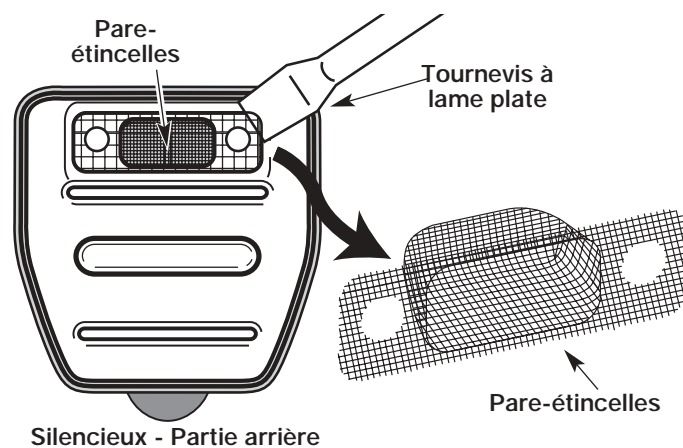

Fig. 32
4. Soulevez soigneusement le pare-étincelles de son trou à l'aide d'un petit tournevis à lame plate (Fig. 32). Retirez le pare-étincelles du silencieux.
5. Nettoyez le pare-étincelles à l'aide d'une brosse métallique. Remplacez-le s'il est endommagé ou si vous n'arrivez pas à le nettoyer complètement (Fig. 32).